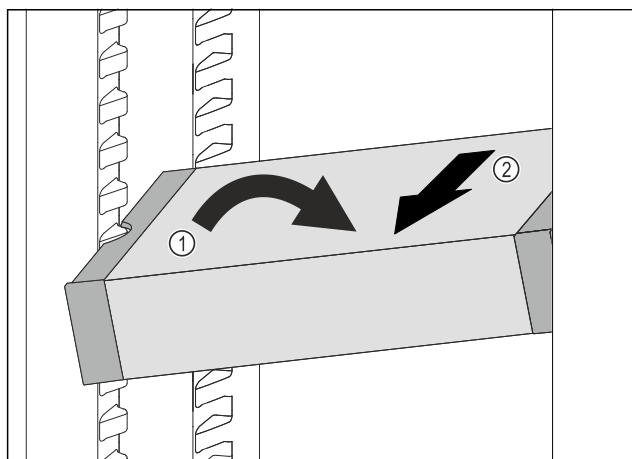

Fig. 112
- Coloque el VarioSafe en el compartimento del frigorífico en posición oblicua. Fig. 112 (1)
- Extraiga el VarioSafe hacia delante. Fig. 112 (2)